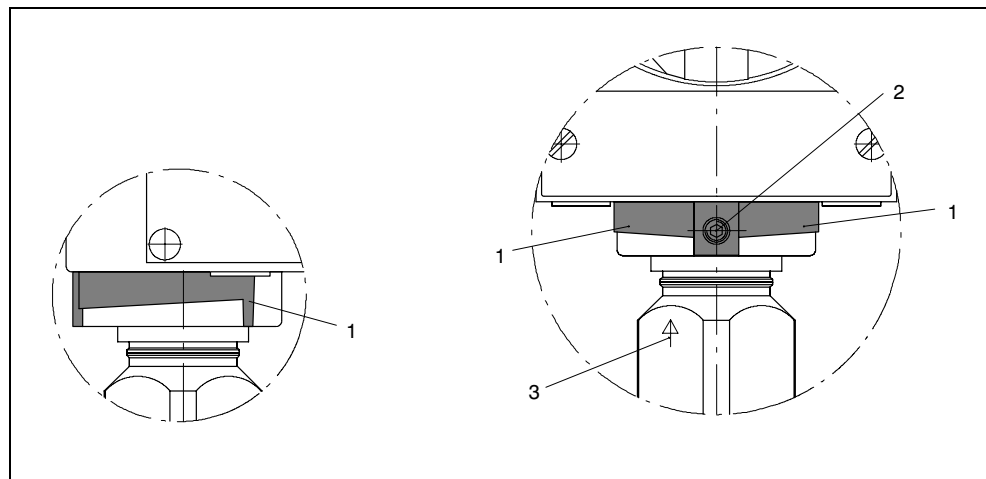

Figura 49 Âmbito giratório da célula de medição (em transmissores para pressão e pressão absoluta da linha Pressão)
Apenas é permitida uma rotação limitada! A gama giratória (1, Figura 49) está marcada na parte inferior da caixa electrónica; na garganta da célula de medição encontra-se uma marcação de orientação (3) que deve ficar na área marcada durante a rotação.